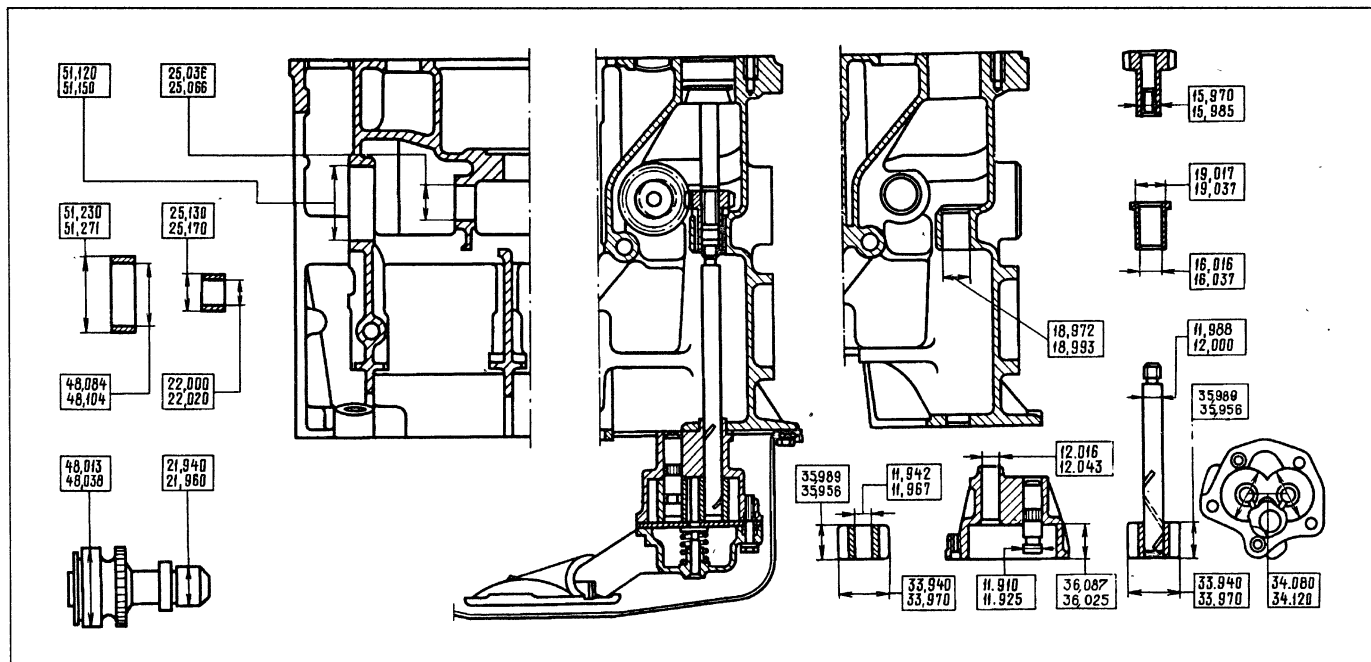

Рис. 2-68. Основные размеры деталей масляного насоса и его привода
Основные размеры деталей насоса и его привода приведены на рис. 2-68.
- после запрессовки втулки должны быть окончательно обработаны и доведены по внутреннему диаметру (размеры даны на рис. 2-68). Чтобы обеспечить полную соосность втулок валика, для их доводки применяется развертка А.90353, которой одновременно обрабатываются обе втулки.